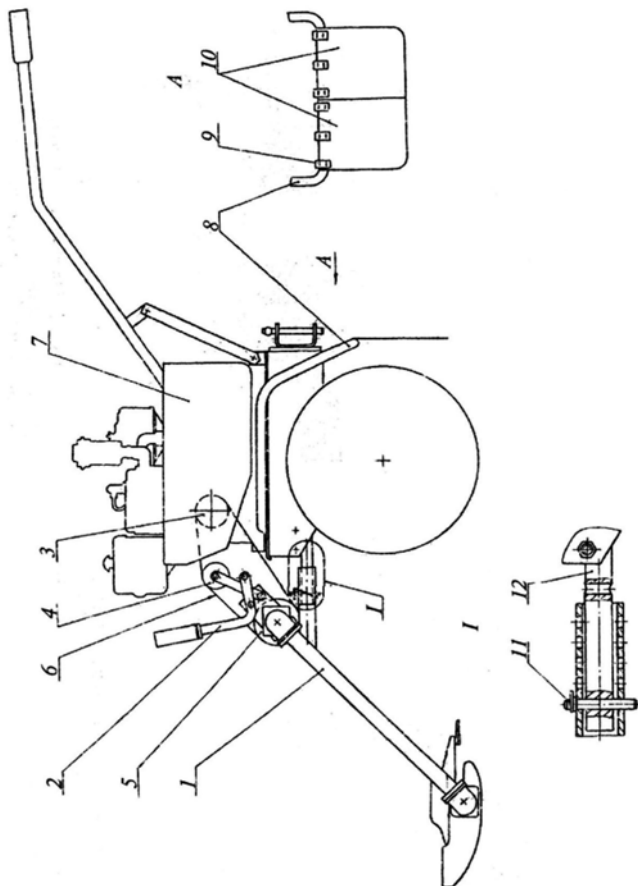

Рис. 4. Установка косилки на мотоблок МБ-1Д
6.2.2 Установить натяжное устройство на косилке, закрепив фланец 10 (Рис. 5) болтами 3 и шайбами пружинными 2 под углом к горизонту как показано на Рис. 4.
6.2.4 Установить косилку на штырь 12 (Рис. 4) мотоблока и зафиксировать стопором 11 из комплекта мотоблока.
6.2.5 Снять щиток 7 и дугу 8 с мотоблока. Дугу закрепить со стороны оператора как показано на рис. 4, одеть шторки 10 и закрепить их зажимами 9.
- при включённом натяжном устройстве (рычаг 2, Рис. 4 в верхнем рабочем положении) прогиб ремня на большом плече (сторона противоположная ролику) должен быть 30...40 мм при нажатии усилием 3...5 кгс. Регулировать перемещением косилки относительно штыря мотоблока.
6.4.1 Выполнить работы п.п. 6.2.1 – 6.2.4 (рис. 4).
6.4.2 Установить шторку 1 (Рис. 4а) из комплекта, закрепив её на крыльях мотоблока болтами 2, гайками 3 и шайбами 4, 5.
6.4.3 Выполнить работы п.п. 6.2.6, 6.2.7 (Рис. 4).
Рис. 4а. Установка шторки